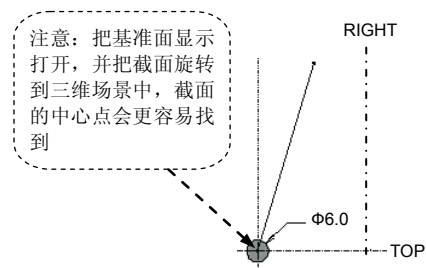

图 5.27.5 截面图形
Step6. 创建螺旋扫描特征的截面。进入草绘环境后, 绘制和标注图 5.27.5 所示的截面——圆, 然后单击草绘工具栏中的“完成”按钮 。